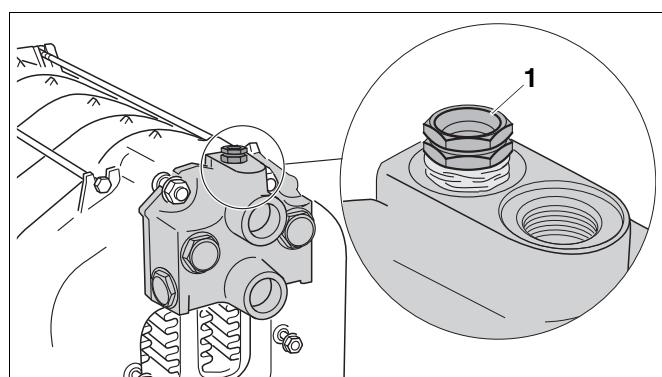

Рис. 22 Установка гильзы для датчиков
- Заглушить подающую и обратную линии (воздушник установить на фитинге Rp 3/4) (→ рис. 22).